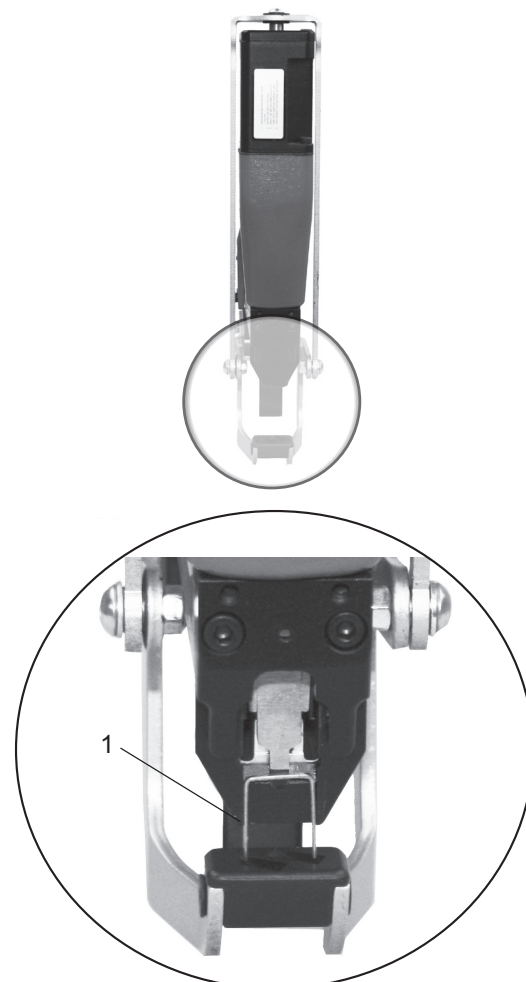

Fig. 10
- Legen Sie eine lose Klammer in die Düse (Fig.10/1).